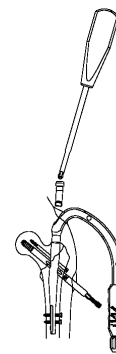

図 5
- 5) 各スクリューの挿入後、ストレートドライバーを用いて、ネイルからネイル接続ネジを取り外し、ターゲットデバイスを取り外します。(図 5)